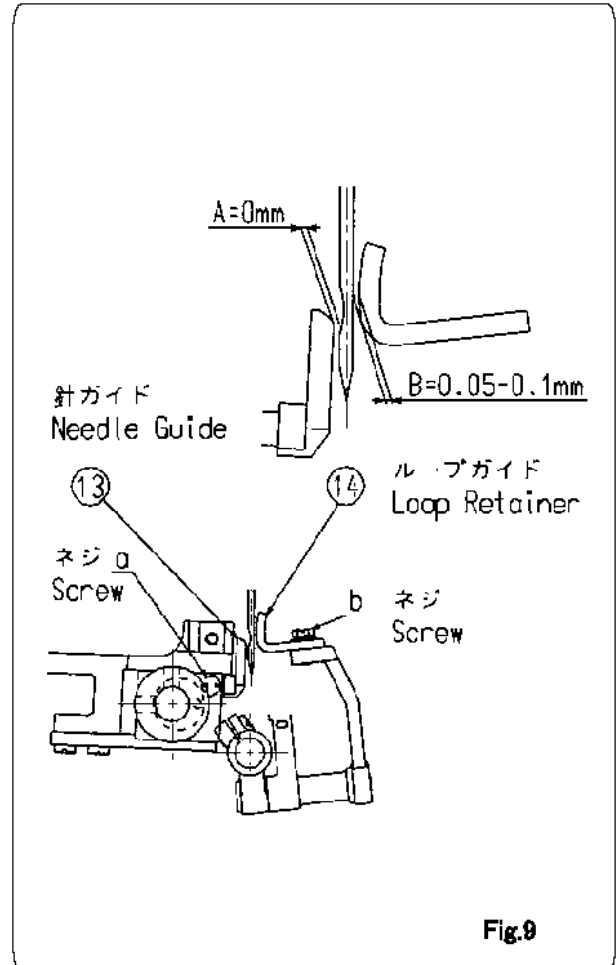

Fig.9
Loosen set screw, (a) of Fig.9, of Needle Guide ⑬, and adjust Needle Guide ⑬ so that clearance between Needle and Needle Guide (clearance 'A' of Fig.9) is 0(zero)mm, as Needle goes up. Firmly tighten set screw (a) after adjustment. Be sure that Needle Guide will not push Needle. Turn pulley by hand to confirm that Needle Guide does not push Needle. (If Needle Guide pushes Needle, Needle may break during operation.)
Loosen set screw, (b) of Fig.9, of Loop Retainer ⑭, and adjust Loop Retainer ⑭, so that clearance between Needle and Loop Retainer (clearance 'B') is 0.05 to 0.1mm. Firmly tighten set screw (b) after adjustment.
針ガイド⑬とループガイド⑭は、針が最も下がった位置から上昇していくとき、Fig.9 で示すように、針ガイド⑬の場合は(セットネジ a を緩めて)針と針ガイドの隙間 A が 0mm になるように針ガイドを調整しネジ a を締め付けてください。この時、プーリーを廻して針ガイドにより針を押ししていないかチェックしてください。針を押ししている場合は、針折れなどの原因となります。次にループガイド⑭の場合は、(セットネジ b を緩めて)針とループガイドの隙間 B が、0.05~0.1mm になるようにループガイドを調整し、ネジ b を締め付けてください。